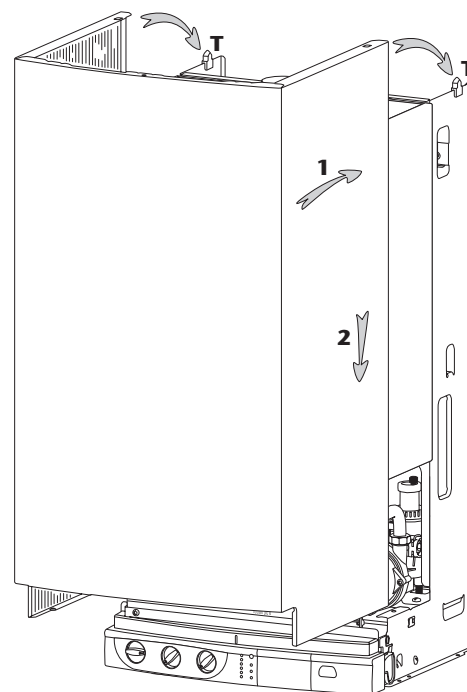

Fig. 20
- plaats de bekleding (fig. 20)